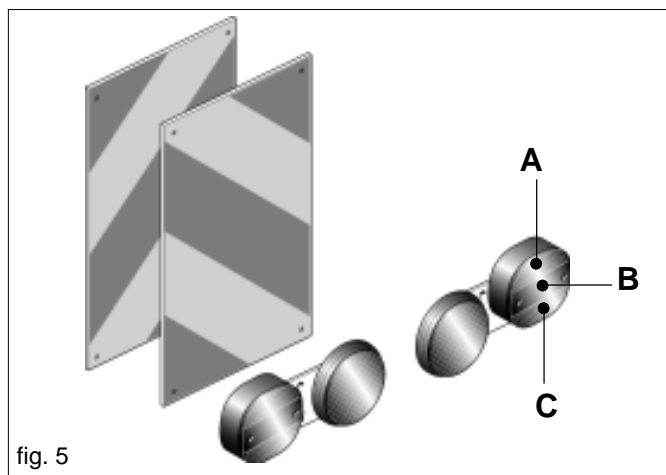

fig. 5
- 35) Qualora gli ingombri costituiti da attrezzature portate o semiportate occultino la visibilità dei dispositivi di segnalazione e di illuminazione della trattrice, questi ultimi devono essere ripetuti adeguatamente sulle attrezzature, attenendosi alle normative del codice stradale in vigore nel relativo paese. Accertarsi, quando in uso, che l'impianto luci sia perfettamente funzionante. Si rammenta inoltre che la corretta sequenza segnaletica dei fanali prevede (Fig. 5):